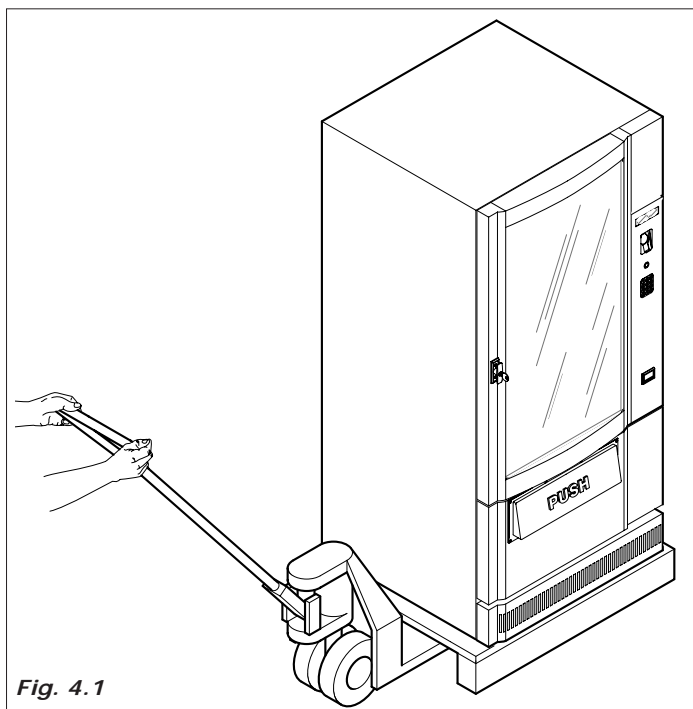

Fig. 4.1
4.1 Movimentação e Transporte (Fig. 4.1)